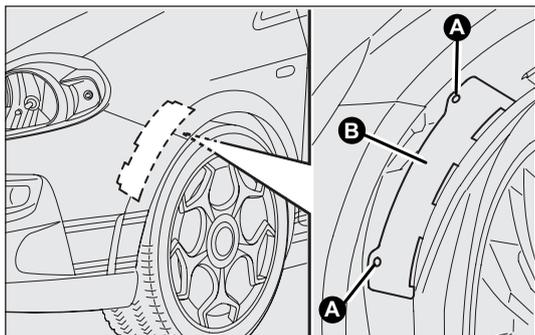

fig. 140
Anteriori fig. 140
- svitare i dispositivi di bloccaggio A-fig. 140 quindi sfilare lo sportello di accesso B;
- montare lo sportello B-fig. 140 quindi avvitare i dispositivi di bloccaggio A.